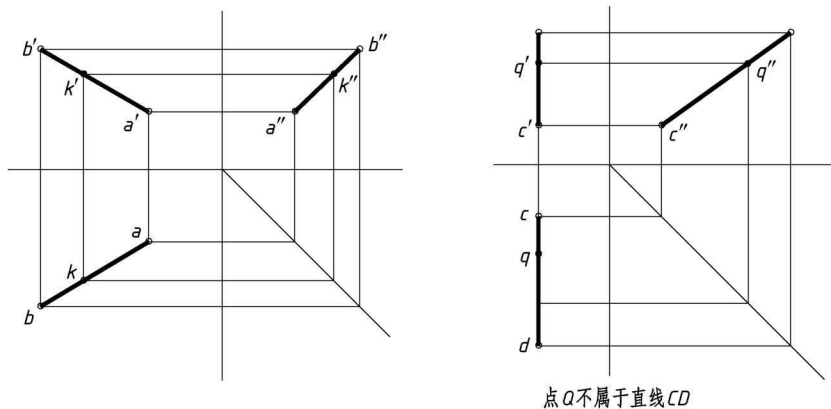

图 1-7(b)
(1) 过已知 k' 分别作 X 轴、 Z 轴的垂线,交 ab 上得 k ,交 $a''b''$ 上得 k'' 。
(2) 作直线 CD 的第三面投影 $c''d''$,假定点 Q 在已知直线 AB 上,故在 $c''d''$ 上求得 q'' ,据 q 、 q' 与 q'' 的投影,判别点 Q 是否符合直线上点的投影规律。根据作图结果,可判别出点 Q 不属于直线 CD 。答案如图 1-7(b) 所示。